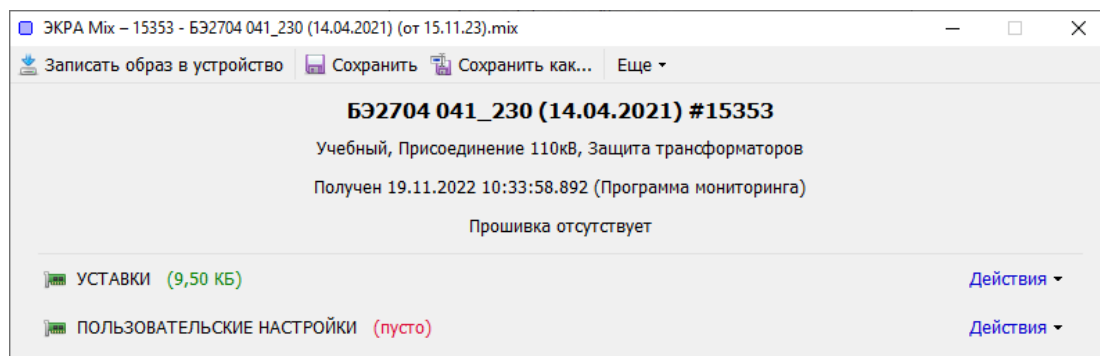

Рис. 37. ЭКРА Mix. Образ устройства 15353
8) Выбрать образ устройства, скачанного в лабораторной работе № 1. Выбрать «Пользовательские настройки / действия / редактировать таблицу имен» (рис. 37).